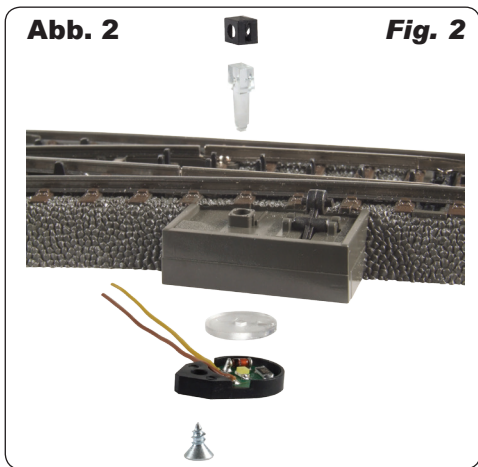

Abb. 2 Fig. 2
3. Stecken Sie den passenden (kurz oder lang) Laternenkörper von oben durch die dafür vorgesehene Bohrung neben dem Handsteuerhebel der Weiche. Achten Sie dabei darauf, dass der Laternenkörper passend zur Weichenstellung steht: Abzweig = Laternenkörper quer zur Fahrtrichtung (Abb. 2).
3. Insert the lantern body from above through the respective hole next to the switching lever. Make sure, that the lantern body has the appropriate position to the position of the turnout: turnout = lantern body is crosswise to the direction of travel. (see fig. 2)